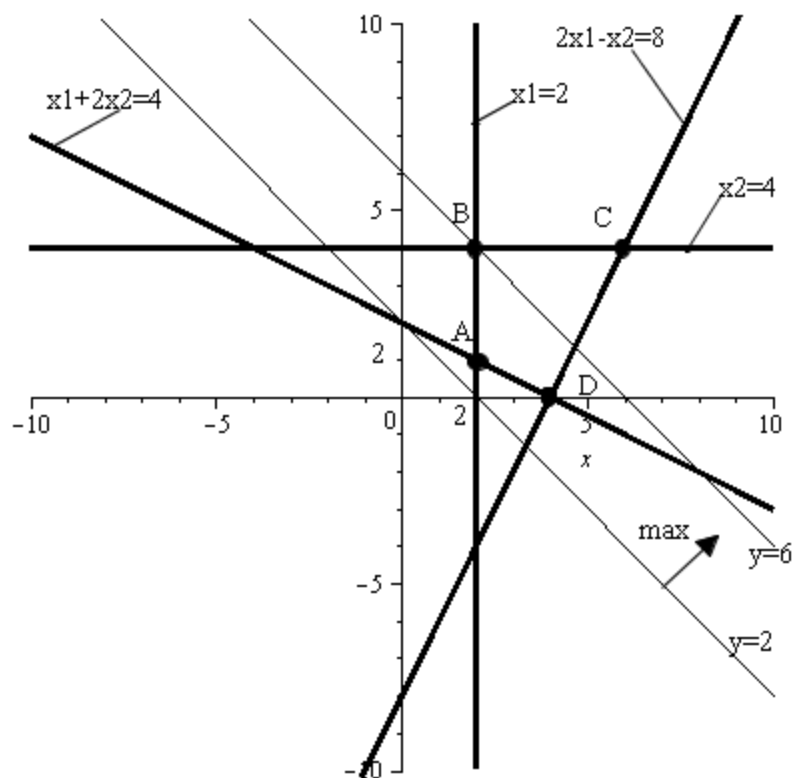

Рис. 2.
4) Виділяємо багатокутник рішень. Перетин знайдених напівплощин утворює багатокутник рішень, область допустимих рішень Ω . У нашій задачі багатокутником рішень є чотирикутник ABCD на Рис.2.
7) Задаємо $y_0 = 2$ і $y_0 = 6$. Переміщаючи пряму паралельно самій собі, знаходимо точку мінімуму А і точку максимуму С, дивись рис.2